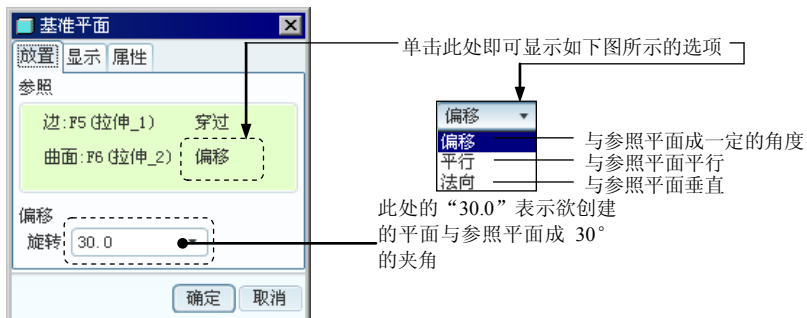

图 5.19.3 键入夹角值
(3) 给出夹角。在图 5.19.3 所示的对话框下部的文本框中键入夹角值 30.0，并按 Enter 键。